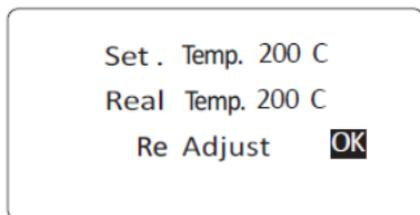

Fig. 3
6.1. En el menú de configuración, mueva el cursor al modo "Cal. Status" y luego pulse el mando. Mueva el cursor a la "Temperatura real", introduzca la temperatura real, mueva el cursor a "OK" (ver fig. 3) y luego presione el mando para confirmar el ajuste. Pulse el mando para el siguiente menú, elija "Guardar y salir", guarde la temperatura y salga del menú.